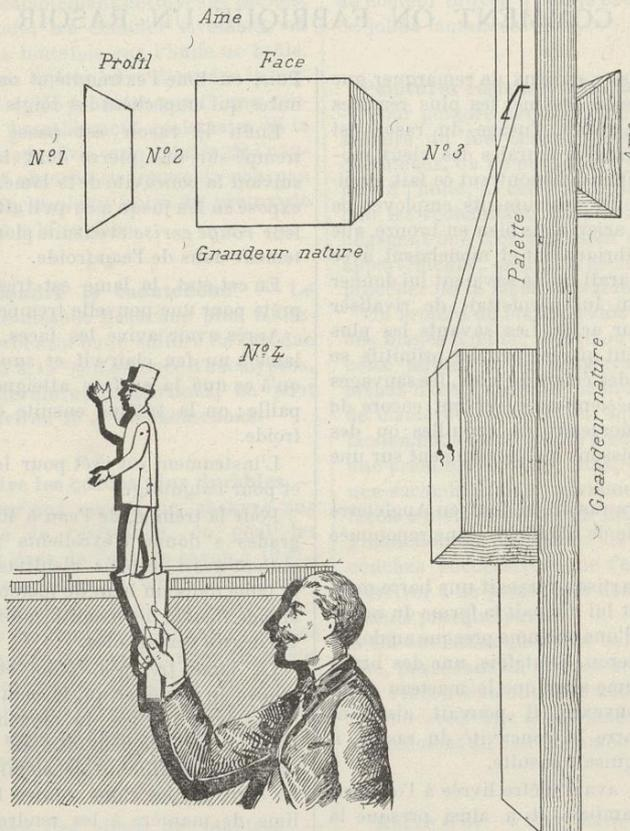

Fig. 55. — Présentation des personnages.
Les numéros 1, 2 et 3 de la fig. 55 compléteront notre explication.
**Maniement des personnages.** — Les personnages étant construits et machinés, il s'agit maintenant de les tenir et de leur donner le mouvement. Nous avons dit plus haut que les ombres doivent avoir 0m,40 de la tête aux pieds, et qu'une palette de 0m,18 continue le personnage et sert à le maintenir, cette palette sert encore à fixer par devant l'âme qui glissera dans la rainure, et, de l'autre côté, la petite épaisseur de bois sur laquelle on attache les fils de mouvement dont on ne pourrait pas se servir, si, à cet endroit-là, ils n'étaient pas isolés de la palette (fig. 55).